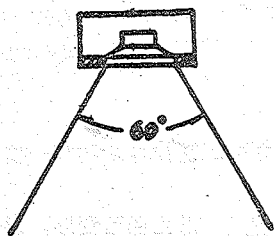

图10 高音扬声器听区
5. 对于组合式音箱,应把高音扬声器安装在低音扬声器的上方。高音扬声器与低音扬声器相距不要太远,否则,会产生高音与低音分离的感觉。同时高音扬声器的高度应与聆听者坐听时的耳朵一样高,大约为1.1米,并且音箱所摆位置应置听者于高音扬声器的 $60^\circ$ 水平角的范围内,这样收听的效果最佳,如图10所示。